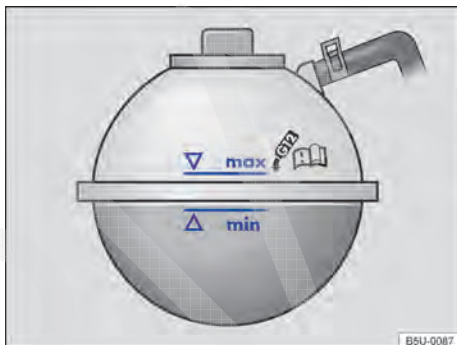

Fig. 127 No compartimento do motor: marcação no reservatório de expansão do líquido de arrefecimento do motor.
- Com o motor frio, verificar o nível do líquido de arrefecimento do motor pela marcação lateral do reservatório → Fig. 127.
- O nível do líquido de arrefecimento do motor deve permanecer dentro da marcação do reservatório → Fig. 127. **Não completar acima da marca "max" → .**
- Completar com líquido de arrefecimento do motor somente até a marca "max" → Fig. 127. Caso contrário, ao aquecer-se, o líquido excedente será expulso do sistema de arrefecimento do motor e poderá causar danos.